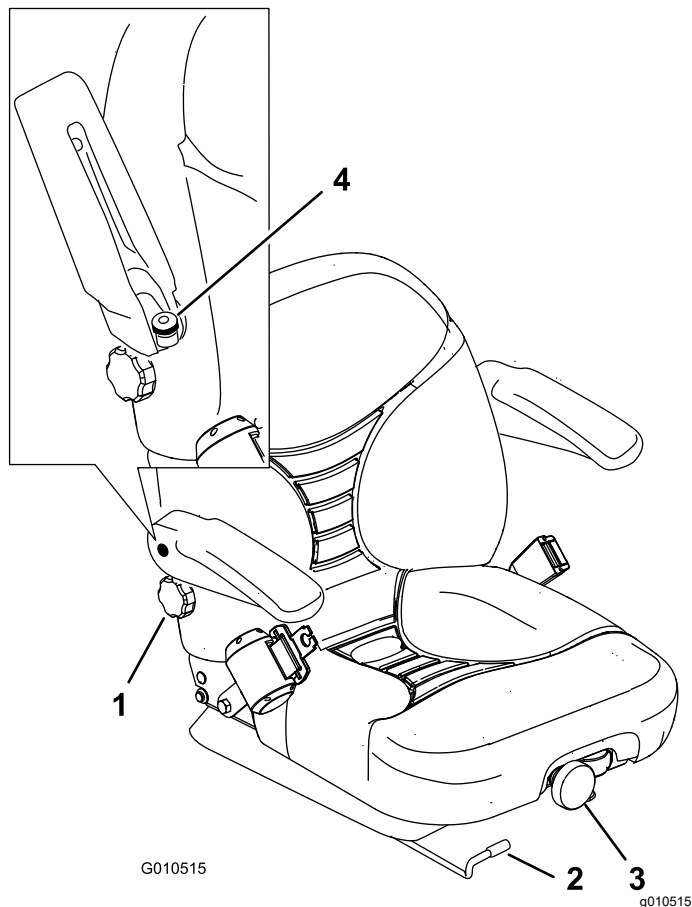

図 33
1. 調整は、レバーを横に動かしてシートのロックを解除して行う 図 33。